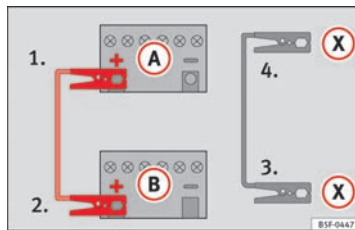

Abb. 209 Anschlussschema für Fahrzeuge mit Start-Stopp-System.
- **Bei Fahrzeugen mit Start-Stopp-System:** klemmen Sie ein Ende des *schwarzen* Starthilfekabels  an einer geeigneten Massestelle, an ein mit dem Motorblock verschraubtes massives Metallteil oder an den Motorblock selbst an ⇒ Abb. 209.